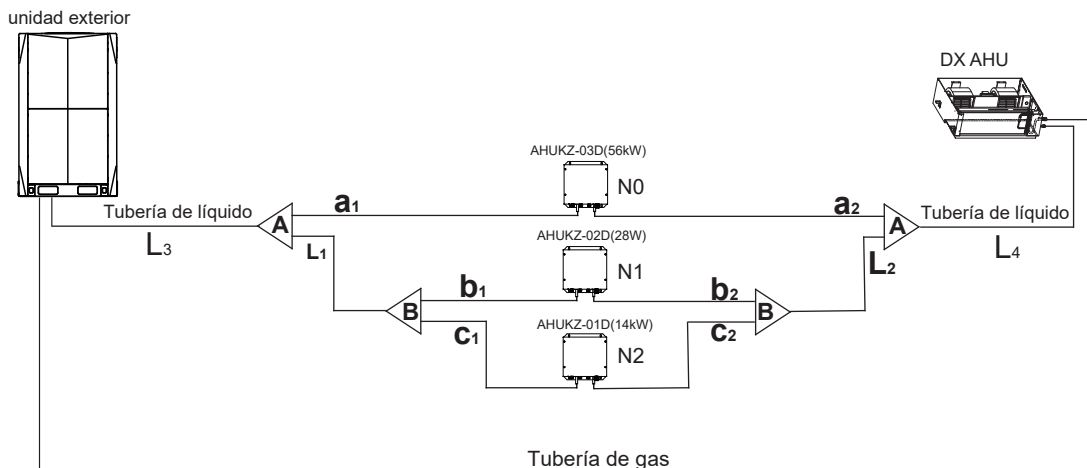

Imagen 3-7
e.x.1: Consulte la Imagen 3-7, la capacidad de la caja del control descendente para L4 es  $560 + 280 + 140 = 980$ , la tubería es  $\Phi 19,1$ .